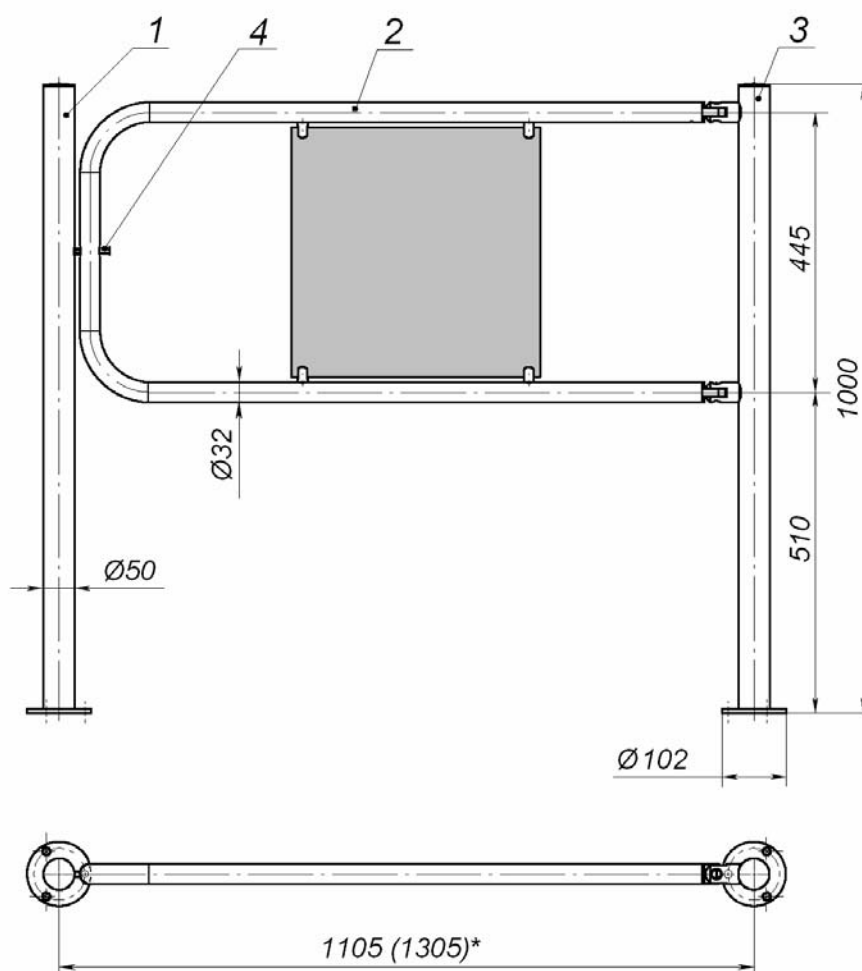
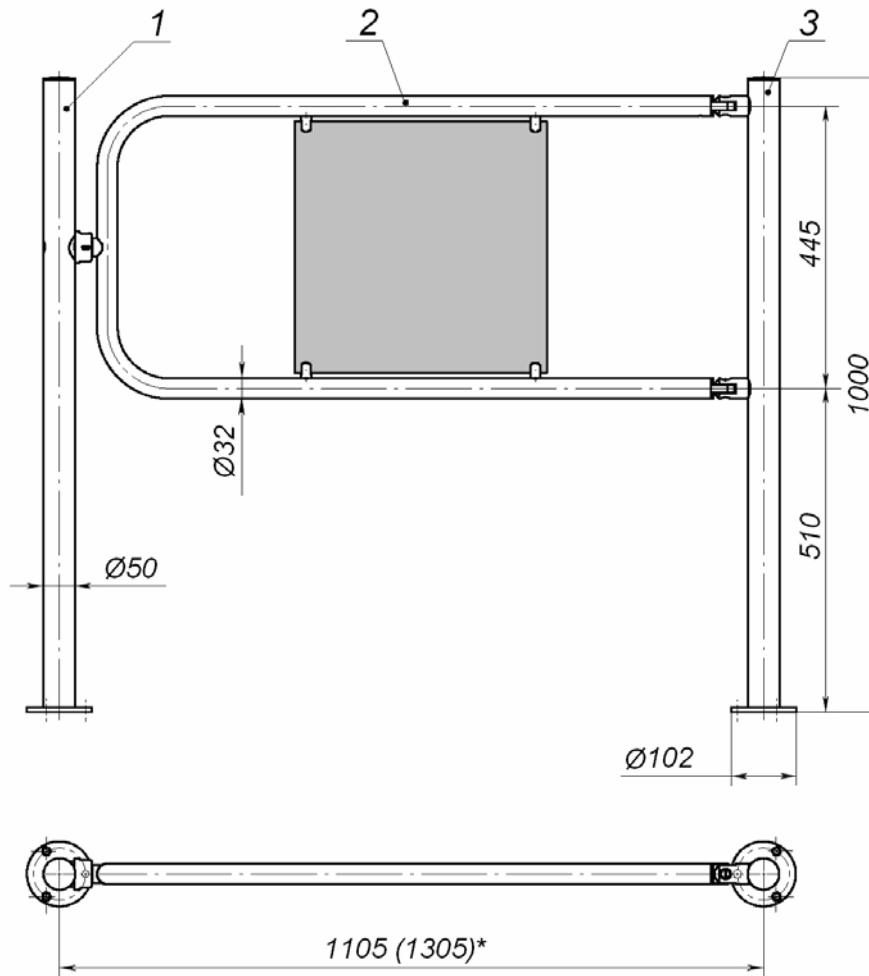

Рисунок 4. Поворотная секция ограждения с механическим УБ:
Рисунок 6. Автоматическая поворотная секция ограждения с электромагнитным УБ:
- **Поворотная секция ограждения**, предназначенная для формирования зоны прохода и организации аварийного выхода. Имеются две модификации – поворотная секция с механическим УБ (см. рис. 4) и автоматическая поворотная секция с электромагнитным УБ (см. рис. 6).